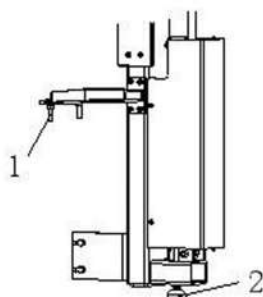

Fig10
- 2) Fixe a coluna no corpo com quatro parafusos 1 e ajuste o suporte 2 em um local adequado; (Fig. 10)